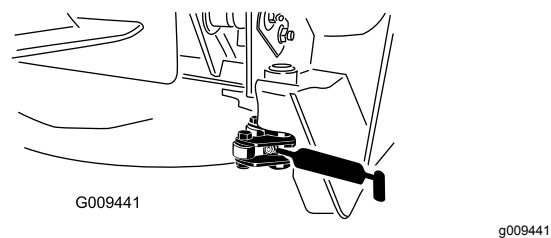

Figure 60
- 2 pivots de verrouillage (Figure 60)